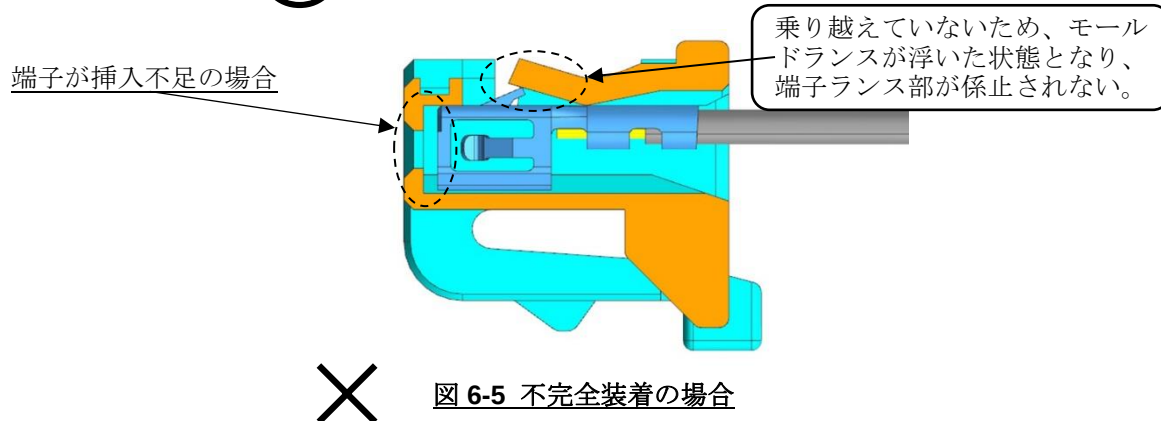

図 6-5 不完全装着の場合
- ※モールドランスが正規の位置に戻っていない箇所(不完全装着状態:図 6-5 参照)では、モールドランスが最も変形している状態です。そのため、この状態のハーネス品は、端子を再挿入したとしても、モールドランスが変形し、正規の位置に戻らず、保持力が低下する場合がございます。